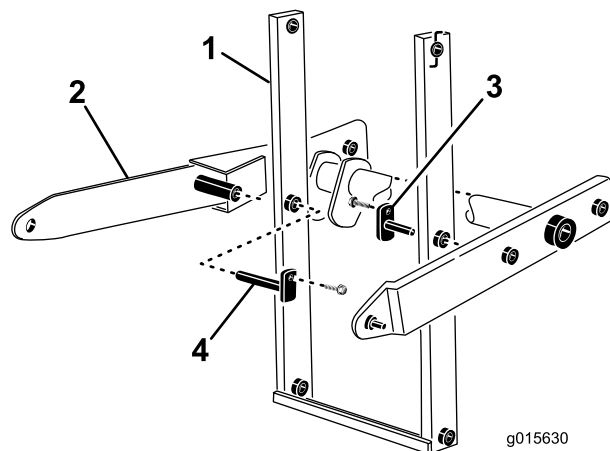

図 16
14. 溶着取り付けピン長いものと短いものをアームアセンブリとメイン昇降アームアセンブリに通す 図 16。